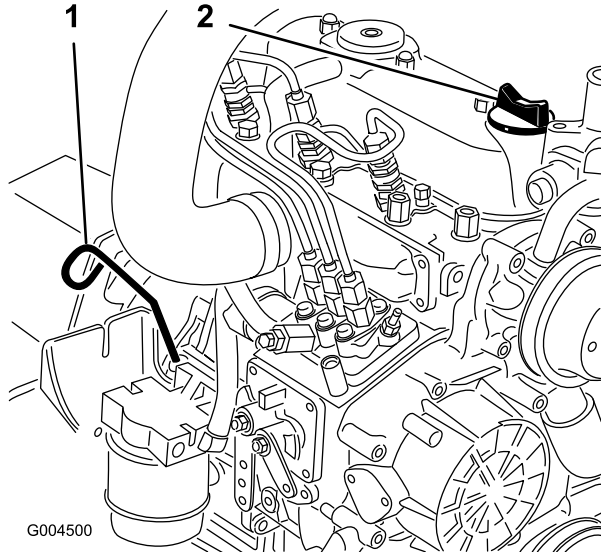

Bild 45
2. Nehmen Sie den Peilstab (Bild 45) heraus und wischen Sie ihn ab. Stecken Sie ihn dann ganz ein. Nehmen Sie den Peilstab heraus und prüfen Sie den Ölstand.
3. Wenn der Ölstand unter der Voll-Marke liegt, nehmen Sie den Fülldeckel ab (Bild 45) und gießen Sie genug Öl ein, um den Ölstand bis zur Voll-Marke anzuheben.